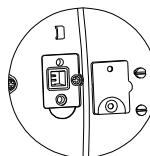

Figura 4-2. Piedini LFT.
2. Rimuovere il coperchio di sicurezza sotto la bilancia e accedere ai due piedini situati in un alloggiamento (vedere la Figura 4-2). Accorciare i piedini (è possibile utilizzare un cacciavite a lama piatta) e contemporaneamente accendere la bilancia. La bilancia esegue la procedura di avvio, quindi nel display viene visualizzato lo stato corrente [LFE OFF] (LFT OFF, sbloccato) o [LFE ON] (LFT ON, bloccato). Premere il tasto 'No' per modificare tale impostazione oppure premere il tasto 'Yes' per confermarne lo stato.